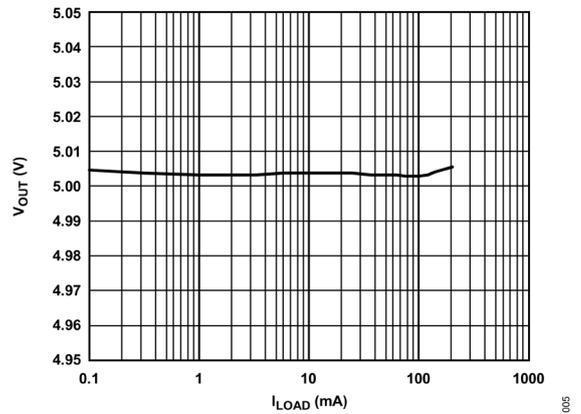

図 6. 出力電圧 (V_{OUT}) と負荷電流 (I_{LOAD}) の関係
- ¹ 100 μA と 200mA の負荷を使用したエンドポイント計算に基づきます。1mA 未満の負荷に対する代表的な負荷レギュレーション性能については、図 6 を参照してください。